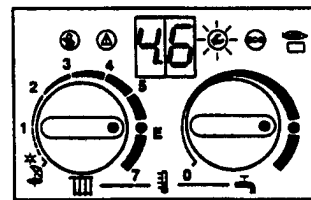

Рис. 38
- После отпущения сервисной кнопки светится в течении 5 сек. "4.6", после чего "00.", или "01." и горит кнопка (рис. 38).